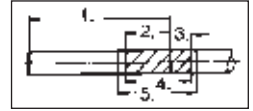

Bild 2
12. Wie bezeichnet man die auf dem Rohrstück in Bild 2 angezeichnete Strecke 4 beim Rohrbiegen?